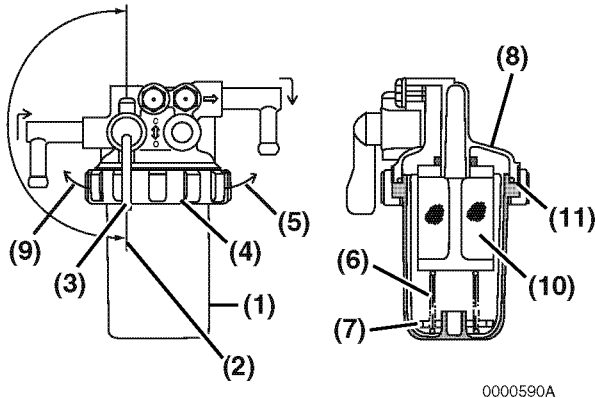

Figure 7
1. Placez un récipient agréé sous le filtre à carburant/séparateur d'eau (Figure 7, (1)) pour recueillir les impuretés.
2. Fermez (Figure 7, (2)) le robinet de carburant (Figure 7, (3)).
3. Tournez l'anneau de retenue (Figure 7, (4)) vers la gauche (Figure 7, (9)).
4. Retirez la cuvette avec soin (Figure 7, (1)). Retirez le ressort de maintien (Figure 7, (6)) et le flotteur (Figure 7, (7)) de la cuvette. Versez le carburant dans un récipient agréé puis mettez au rebut les déchets de manière appropriée. Maintenez le fond de la cuvette avec un chiffon d'atelier pour empêcher le carburant de s'égoutter. Essuyez immédiatement tout carburant déversé.
6. Inspectez l'état du filtre à mailles. (Figure 7, (10)). Nettoyez le filtre à mailles si nécessaire.
7. Inspectez l'état du joint torique. (Figure 7, (11)). Remplacez le joint torique si nécessaire.
8. Placez le flotteur (Figure 7, (7)) et le ressort de maintien (Figure 7, (6)) à l'intérieur de la cuvette.
9. Réinstallez la cuvette sur le bord de fixation (Figure 7, (8)) puis tournez l'anneau de retenue (Figure 7, (4)) vers la droite (Figure 7, (5)). Serrez -uniquement à la main.
10. Ouvrez le robinet de carburant (Figure 7, (3)).